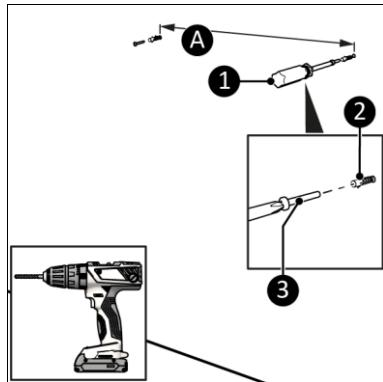

Figura 9
- Faceți două găuri cu distanța dintre ele de aproximativ 160 mm (Figura 9, poz. A). Și la o distanță minimă de la podea de:
- Introduceți diblurile de perete (Figura 9, poz. 2).
- Înșurubați două șuruburi mari (Figura 9, poz. 3) pe perete folosind o șurubelnită Phillips (Figura 9, poz. 1). Lăsați șuruburile să iasă la câțiva milimetri de perete.